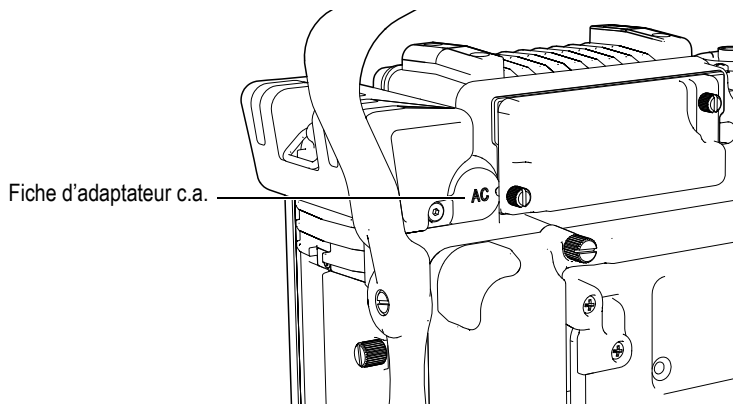

Figure 2-3 Fiche d'adaptateur c.a.
Les appareils de la série EPOCH™ 1000 sont alimentés en courant alternatif par le biais du chargeur-adaptateur (réf. EP-MCA). Ce chargeur-adaptateur est doté d'une entrée d'alimentation c.a., il peut donc être branché sur les secteurs de 100 à 120 V c.a. ou de 200 à 240 V c.a., de 50 Hz à 60 Hz. La fiche d'adaptateur c.a. des appareils de la série EPOCH 1000 se connecte à la sortie du chargeur-adaptateur (voir la Figure 2-3 à la page 42).
3. Connectez le câble d'alimentation c.c. du chargeur-adaptateur dans le connecteur d'entrée de l'adaptateur c.a. (voir la Figure 2-3 à la page 42).